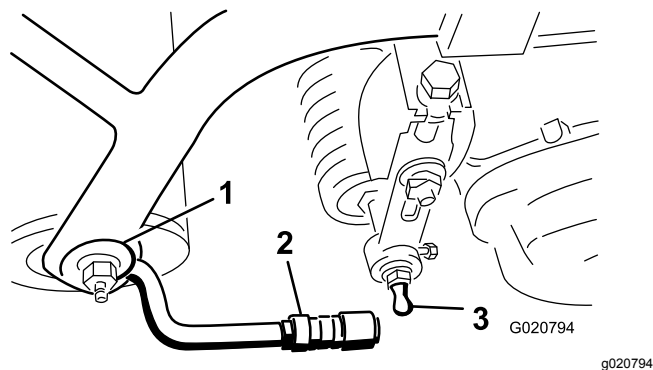

Figura 8
3. Faça deslizar a manga para a rótula esférica e engate o recetor no pino esférico da unidade de corte. Liberte a manga, fazendo-a deslizar para o pino, bloqueando desta forma a estrutura (Figura 8).